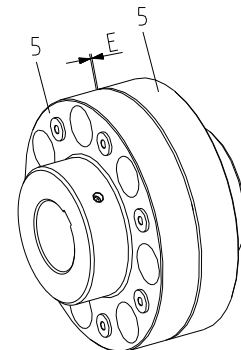

Bild 15
- Verschieben Sie die Aggregate in axiale Richtung, bis das E-Maß erreicht ist (siehe Bild 15).